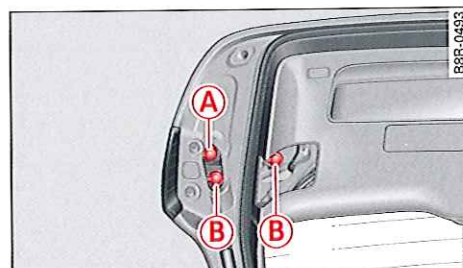

Fig. 263 Hayon : douilles des ampoules
- ▶ Retirez du bloc d'éclairage ⇒ page 242 la douille de l'ampoule défectueuse (clignotant **A** ou feu stop/feu arrière intérieur ou extérieur **B**) ⇒ fig. 263).